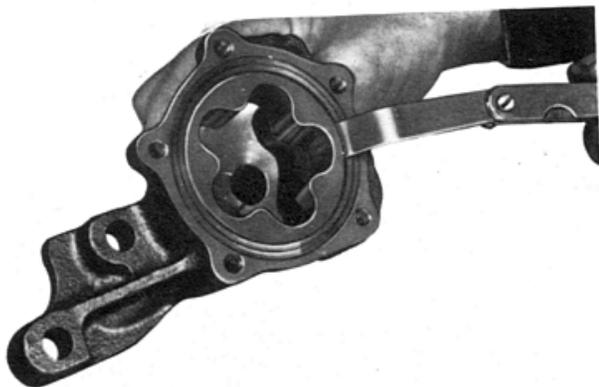

Fig. 45 — Medição da folga radial entre o rotor externo e o corpo da bomba
- Instalar o rotor externo empurrando-o, com os dedos, contra um dos lados do corpo da bomba e medir a folga existente entre o rotor externo e o corpo. A folga não deverá ser maior do que 0,030 mm. Se fôr maior substituir o corpo da bomba (fig.45).